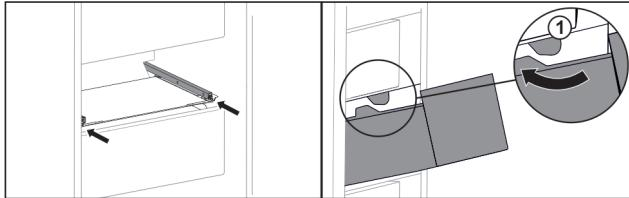

Fig. 100
- Prevedte zásuvku okolo zarážok Fig. 100 (1).